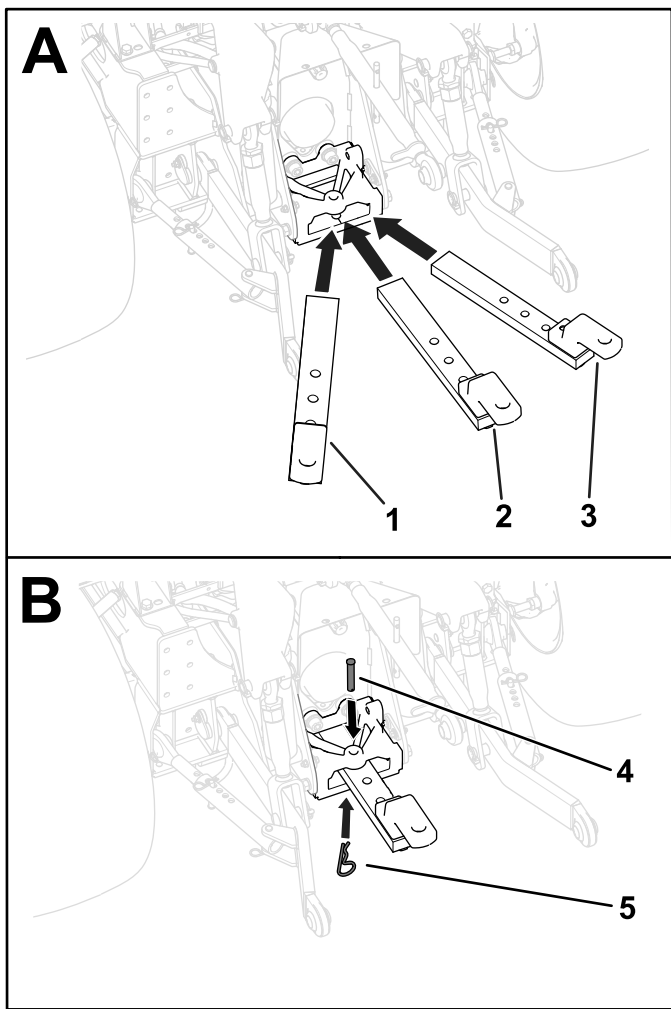

Figura 21
La barra de tracción puede instalarse desplazada hacia la izquierda o hacia la derecha, o en una posición centrada (Figura 21). Determine la posición apropiada de la barra de tracción para su accesorio, e instale la barra de tracción de la manera siguiente:
1. Introduzca la barra de tracción en el soporte de la barra de tracción (Figura 21).
- Sujete la barra de tracción al soporte introduciendo el pasador a través de uno de los tres taladros de montaje de la barra de tracción y sujetando el pasador con la chaveta (Figura 21).